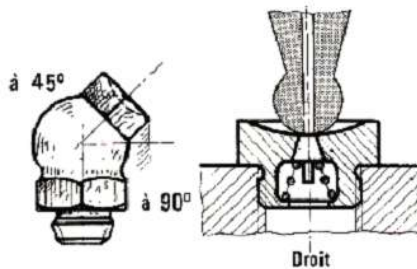

Figure 6
- **Graisseurs lub** : (Voir la figure 6)